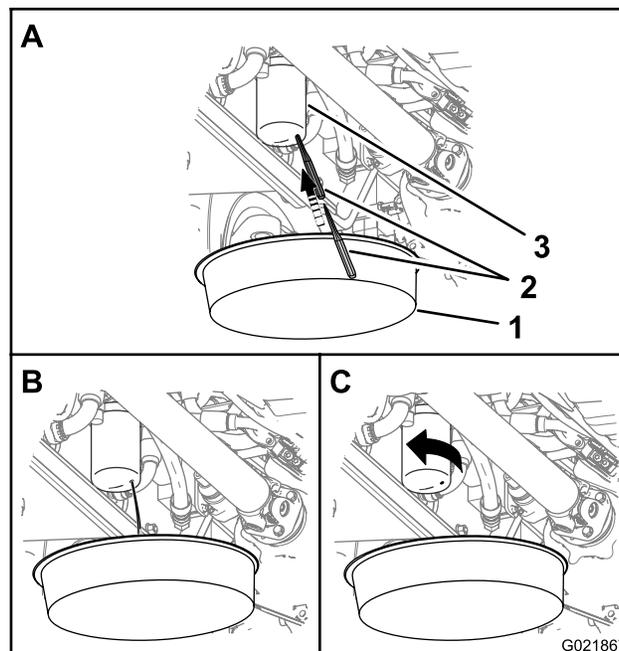

Figura 94
Nota: Puede tener acceso al filtro hidráulico de presión desde debajo del lado derecho de la máquina, detrás del depósito de aceite hidráulico (Figura 94).
1. Coloque un recipiente debajo del filtro hidráulico de presión (Figura 94).
2. Perfore la parte inferior del filtro hidráulico de presión y deje que se drene el aceite hidráulico residual en el recipiente (Figura 94).
3. Gire el filtro hidráulico de presión en sentido antihorario y retire el filtro (Figura 94).